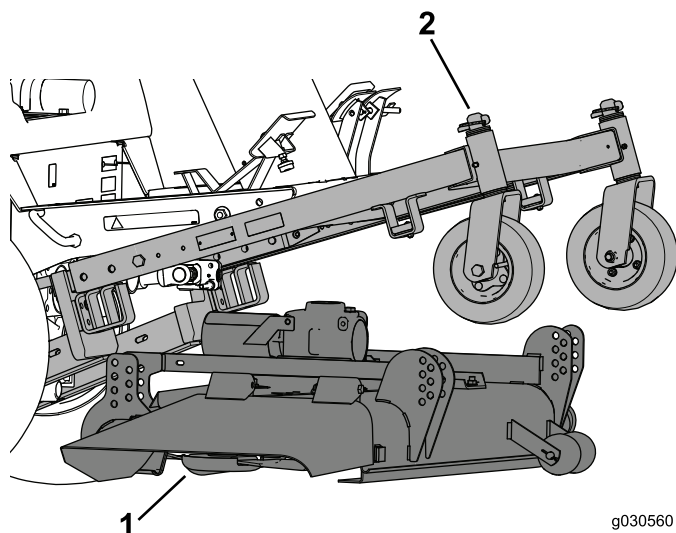

図 15
1. キャリアフレームを上昇させる 図 15。
2. 刈り込みデッキを、機体のキャリアフレームの下に押し入れる 図 15。